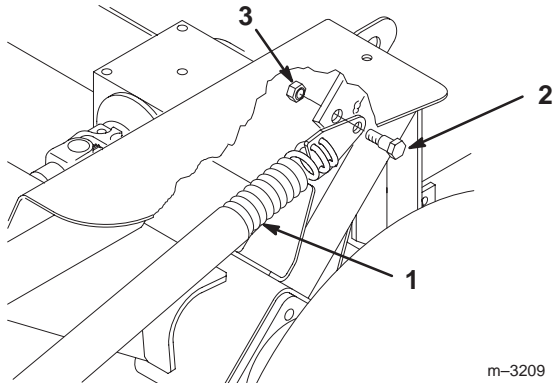

Bild 31
7. Montieren Sie die Bundschrauben (3/8 x 7/8 Zoll) und Sicherungsmuttern (3/8 Zoll), mit denen die Federendplattengruppen am Chassis befestigt sind (Bild 31).